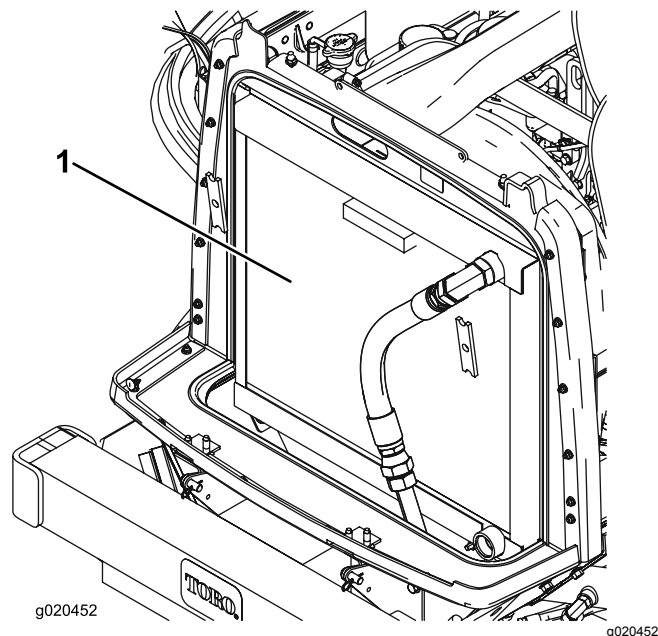

図 111
3. オイルクーラとラジエーターの裏表を圧縮空気で丁寧に清掃する 図 111。